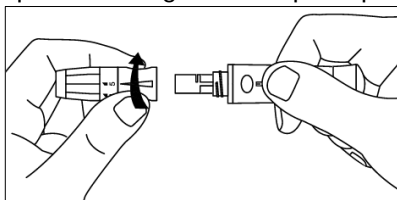

Fig. 5.16
Paso 1: Desenrosque la cubierta del dispositivo de punción de la dispositivo de punción. (Consulte la Fig. 5.16)